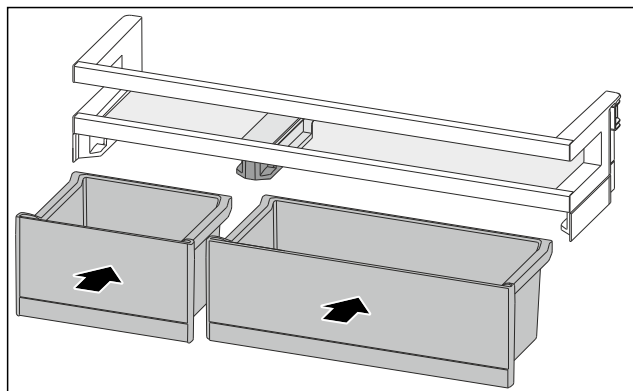

Fig. 110
- Inserire i VarioBox in posizione scambiata. (vedere Fig. 110)